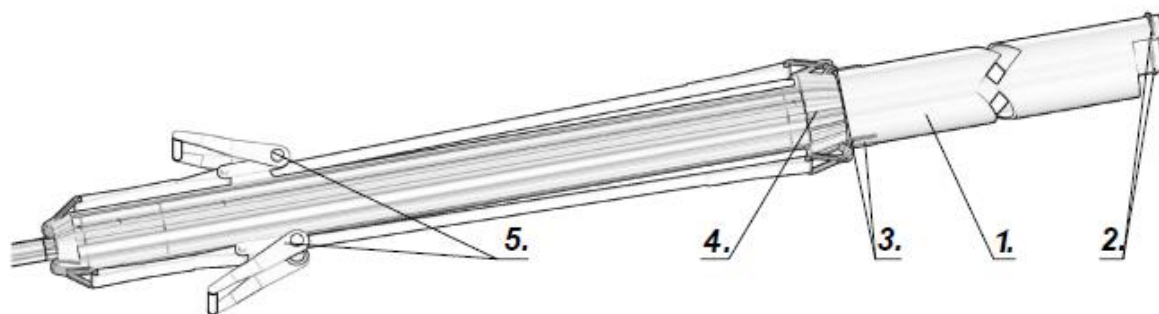

Figura 9.10.1
Batera tevilor din otel este indicata prin urmasorii pasi (Figura 9.10.1.):
- La inceputul tevii (1) din otel – capatul care intra in pamant - trebuie sudate doua inele (2); Inelele se confectioneaza pe loc din fier-beton (aprox. 6-12mm diametru). Mai intai, se sudeaza inelul exterior (sudura realizandu-se continuu spre varful tevii), apoi pe interiorul tevii. Inelele au rolul de a realiza o fanta de penetrare a tevii in pamant mai mare decat grosimea peretelui tevii si astfel a facilita inaintarea tevii prin reducerea frecarii precum si indepartarea reziduurilor dupa finalizare. La capatul tubului (3) sunt sudate doua urechi pentru a atasa chingile (pentru a conecta racheta la tevilor din otel), urechile se confectioneaza tot din fier-beton de min. 10mm
- Conul (4) trebuie sa fie asezat in teava din otel. Functie de diamtrul tevii, se folosesc toate conurile incepand de la cel mai mare (adecvat tevii) pava la cel mai mic (de 90-190mm); conurile se introduc unul in altul formand astfel un corp compact in care se introduce apoi varful rachetei.
- Racheta Max trebuie sa fie pozitionata cu capul inainte in con (4) si fixata ferm cu ajutorul chingilor (5) pentru stabilirea conectarii cu teava. Chingile de pe o parte tin urechile sudate pe tub si mansonul de pe cealalta parte este in contact cu racheta MAX (consultati figura 9.10.1).